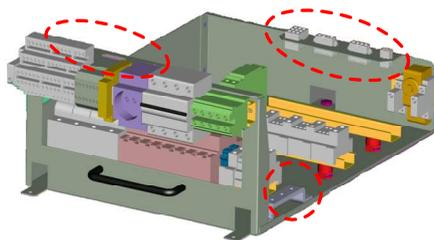

Figura 17-6: Cassetto AC
3. Sollevare leggermente e finire di estrarre completamente il cassetto AC sostenendo il peso con l'altra mano. (Figura 17-6)